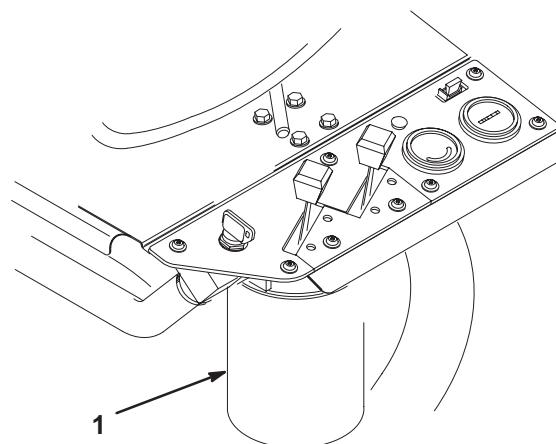

Figure 42
- Nettoyez la surface autour de la surface de montage du filtre (Fig. 42). Placez un bac de vidange sous le filtre et déposez le filtre.